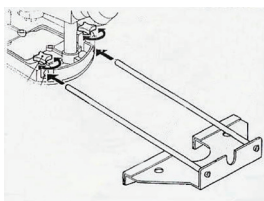

рис.3
3.2.3 Установка и регулировка параллельного направляющего устройства (рис.3)